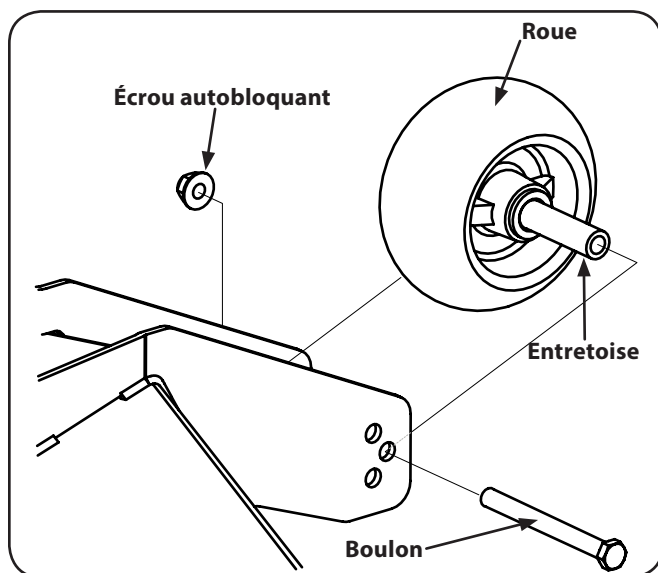

Figure 6-6
2. Retirez l'écrou autobloquant qui sert à retenir le boulon de la roue de jauge avant au plateau de coupe. Enlevez la roue de jauge, le boulon et l'entretoise. Voir Figure 6-6.